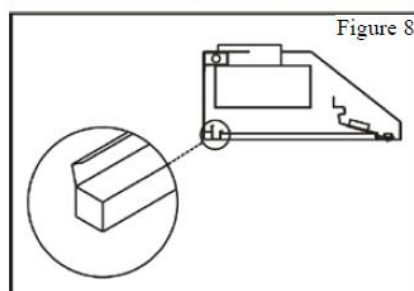

Figure 8
6. Öltunnel in die Aussparung nahe der Rückseite der Haube einführen. Siehe Abbildung 8.